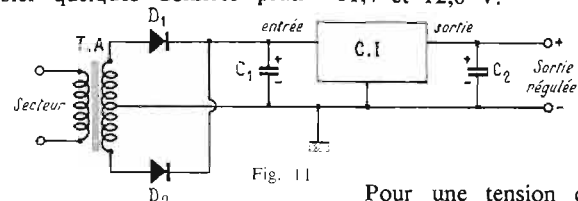

Fig. 11
- Le schéma de montage est indiqué par la figure 11.